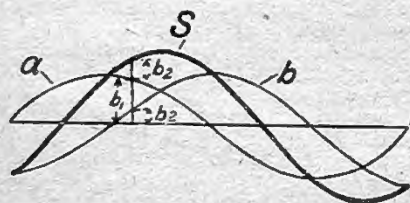
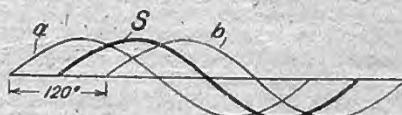

Рис. 9. Сложение синусоид
Рис. 10. Суммарная синусоида с основанием, сдвинутым на $\frac{1}{3}$ длины
Рассмотрим сложение синусоид. Сначала двух равных синусоид (равные основания и амплитуды). Первый случай, когда их основания совпадают. Этот случай можно рассматривать как умножение ординат на 2. Суммарная кривая будет синусоидой, но с вдвое большей амплитудой. Более интересен случай сложения синусоид со сдвинутыми основаниями (разность фаз), для чего складываем все ординаты одной кривой (a) с ординатами другой (b) для тех же точек основания так, как это показано на рис. 9 для одной из точек. Суммарная кривая (S) будет опять синусоидой (рис. 9), а если основания сдвинуты на треть длины (что соответствует 120° ; рис. 10), то суммарная синусоида (S) будет равна данной, только основание ее будет сдвинуто на $\frac{1}{3}$ длины (т.е. на 60°). Можно складывать не две, а несколько синусоид, и амплитуды у них могут быть различные, основания сдвинуты как угодно, но если основания равны, то мы непременно получим синусоиду. Более сложные случаи сложения синусоид с различными основаниями.